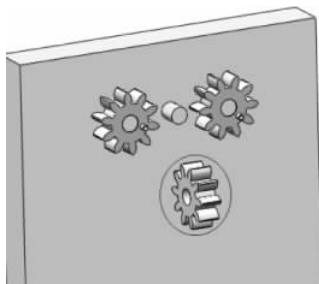

图 3-82 插入另一个齿轮
(5) 继续插入零件, 单击【装配体】工具栏中的【插入零部件】按钮 , 弹出【插入零部件】的属性设置, 选择零件【齿轮 2】, 单击【打开】按钮, 在图形区域中的合适位置单击插入, 如图 3-82 所示。